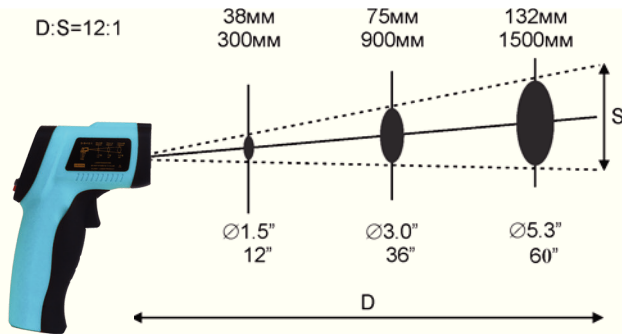

Рис.4
Во время измерения направляйте пирометр прямо на объект и держите нажатым кнопку ИЗМЕРЕНИЕ (4). С увеличением расстояния до объекта увеличивается и размер площади измеряемой области. (см. рис.4). Отношение расстояния до объекта (D) к размеру пятна измерения (S) составляет 12:1 С уменьшением размеров объекта, уменьшается и допустимая дистанция измерения. Убедитесь что размер объекта как минимум вдвое больше, чем размер пятна измерения.